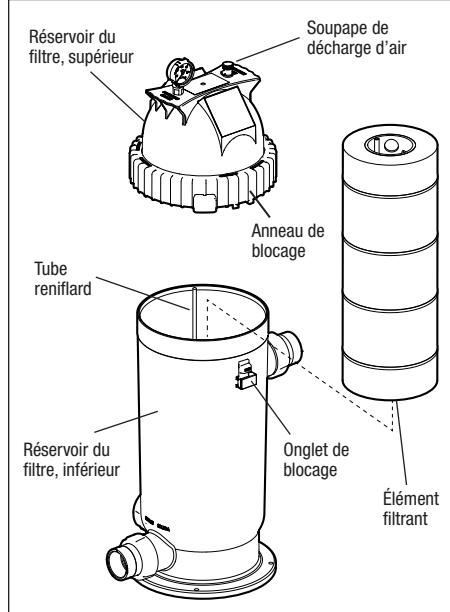

Figure 6. Retrait de l'élément filtrant
- Ouvrir la soupape de surpression qui est au-dessus du filtre afin de libérer toute la pression de l'intérieur du réservoir et du système, voir la Figure 6. Fermer les clapets d'isolation du filtre sur le système pour prévenir toute inondation.